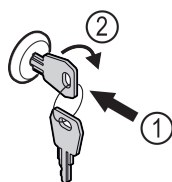

Fig. 123 Ilustrační zobrazení
- Klíč zasuňte dovnitř Fig. 123 (1).
- Otácejte klíčem o 90° ve směru hodinových ručiček Fig. 123 (2).